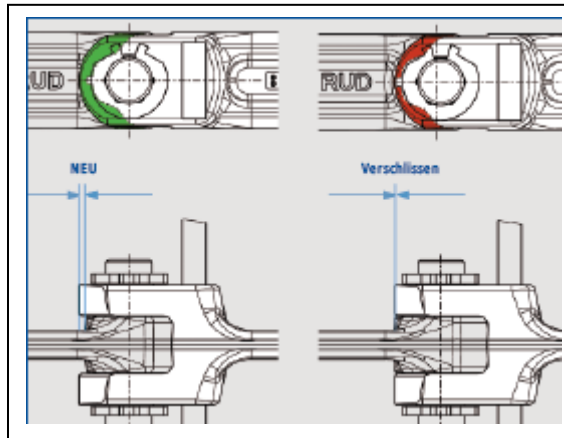

Bild 4
2. Kettenverschleiß an drei nacheinanderfolgenden Kettengliedteilungen anhand der Verschleißanzeige kontrollieren (Bild 4).